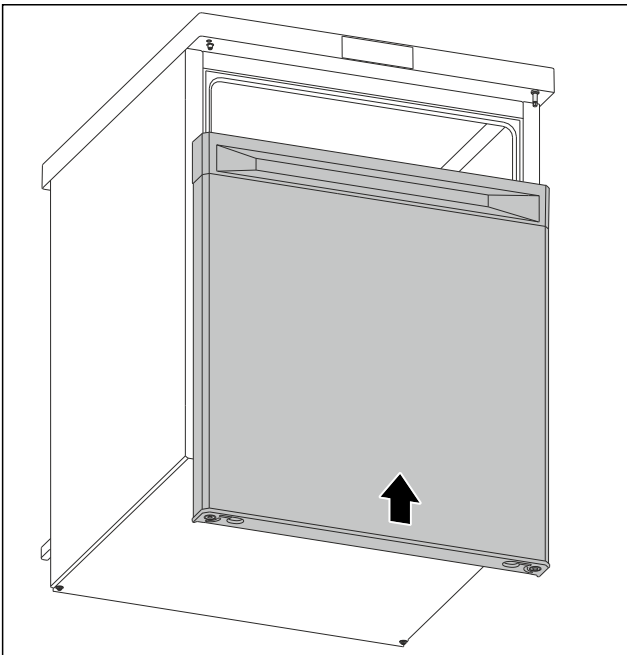

Fig. 15
- Schuif de deur op de bovenste grendel wanneer deze gesloten is. (zie Fig. 15)